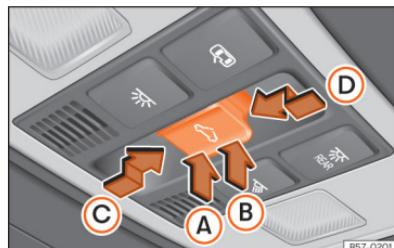

Fig. 66 No revestimento interior do teto: botão do teto de vidro.
O botão  Fig. 66 tem dois níveis. No primeiro nível pode colocar-se o teto na posição deflectora, abrir ou fechar total ou parcialmente.
- Antes que decorram aproximadamente 5 segundos desde a ativação da função antentalamento, pressione o botão **»» Fig. 66** até ao segundo nível no sentido da seta **D** até que o teto se feche completamente.